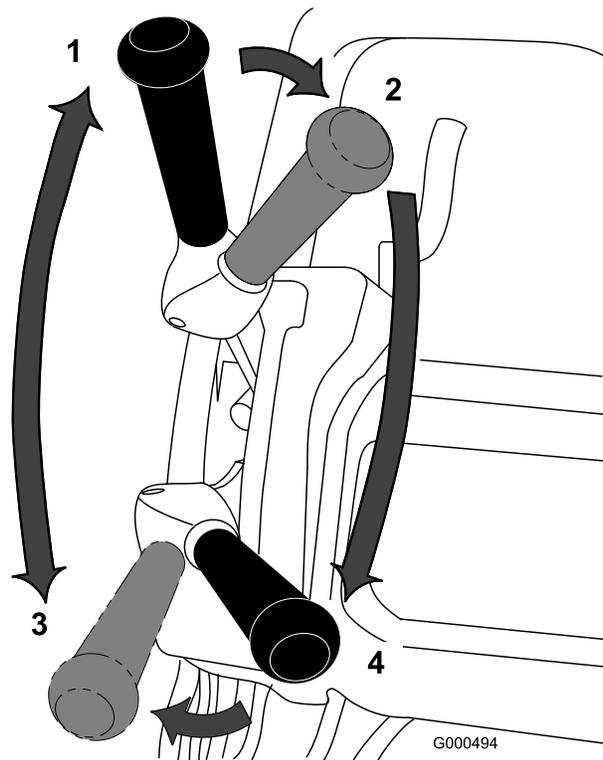

图30
1. 启动发动机将油门设置为低速向下推动手柄以提起滚刀组压低操作员到位控制装置将牵引杠移至接合位置使机器行驶到果岭的环圈上图30。
2. 将牵引杆移至“分离”位置然后接合滚刀驱动杆图30。
3. 将牵引杆移至接合位置增加油门速度直至机器按照所需的地面行驶速度行驶将机器行驶到果岭区上放下机器的前部然后开始操作图30。